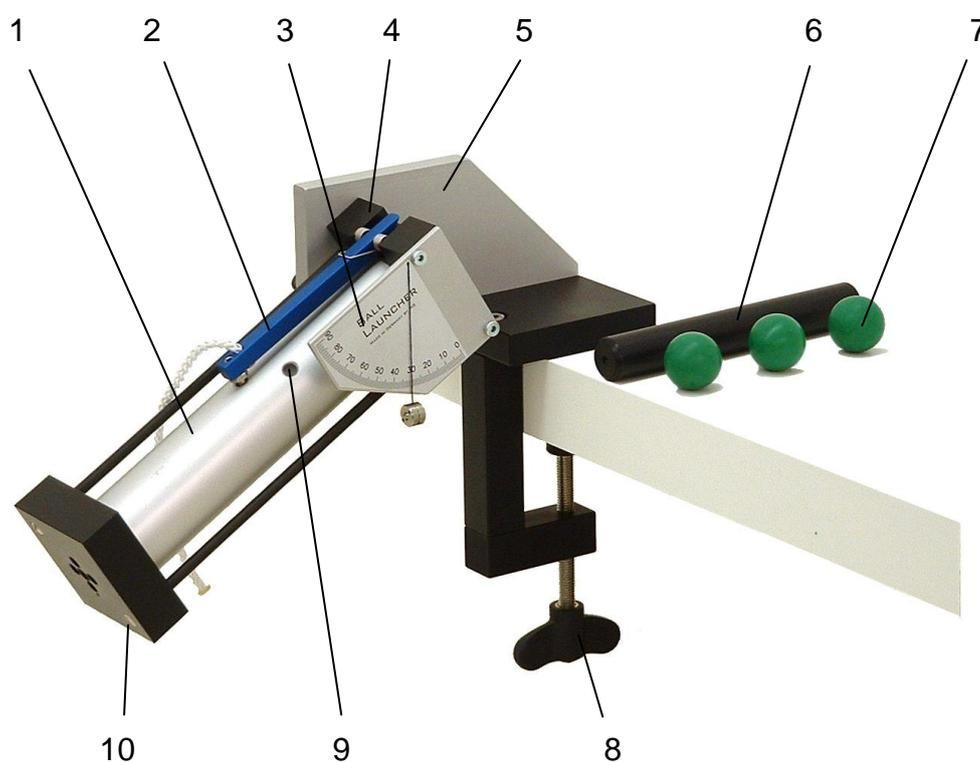

Fig. 1: Composants
Le support 650275L est vissé à une plaque de travail stable à l'aide de la bride de fixation. Puis, comme le montre la figure 1, l'éjecteur est fixé au support, l'angle d'éjection pouvant être ajusté à l'aide de la graduation (3).